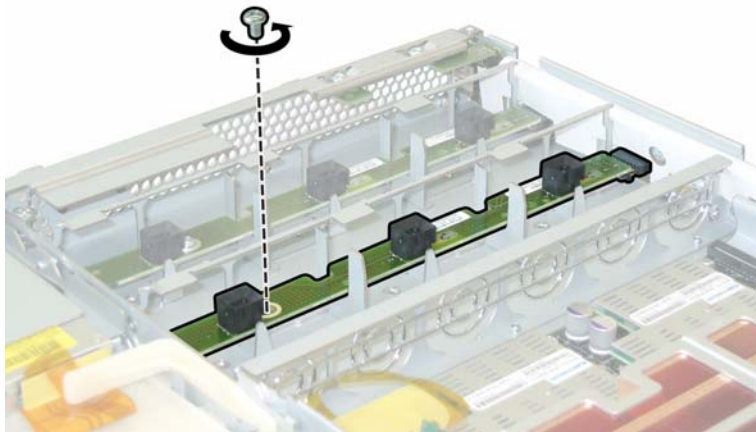

図 3-19 ファンコネクタ基板の固定ネジの取り外し
5. ファンコネクタ基板をシャーシに固定している 1 本のネジを外します。図 3-19 を参照してください。